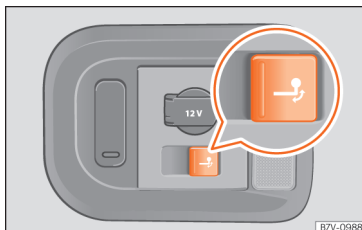

Abb. 279 Im Gepäckraum rechts: Taste zur Entriegelung der Anhängerkupplung.
- Ziehen Sie kurz an der Taste » » **Abb. 279**. Die Anhängerkupplung wird automatisch entriegelt und dreht selbsttätig heraus. Die Kontrollleuchte der Taste blinkt.
- Ziehen Sie kurz an der Taste » » **Abb. 279**. Die Anhängerkupplung wird elektrisch entriegelt.
- Wenn die Kontrollleuchte der Taste » » **Abb. 279** → *blinkt*, ist die Anhängerkupplung noch nicht vollständig eingerastet oder beschädigt » » ⚠.
- Wenn die Kontrollleuchte bei geöffneter Heckklappe » » **Abb. 279** → *dauerhaft leuchtet*, ist die Anhängerkupplung vollständig eingerastet, sowohl in eingezogener als auch in herausgeschwenkter Stellung.
» Abb. 279, wenn ein Anhänger oder ein Gepäckträger oder anderes Zubehör auf der Anhängerkupplung eingehängt ist.